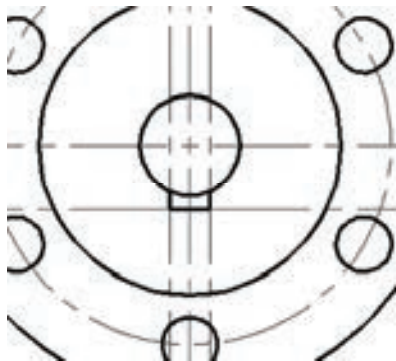

图 8-33 绘制粗实线
8) 绘制以粗实线显示的轮廓线。单击“直线”按钮 , 借助上步骤创建的辅助中心线, 以连接交点的方式绘制粗实线, 如图 8-33 所示。